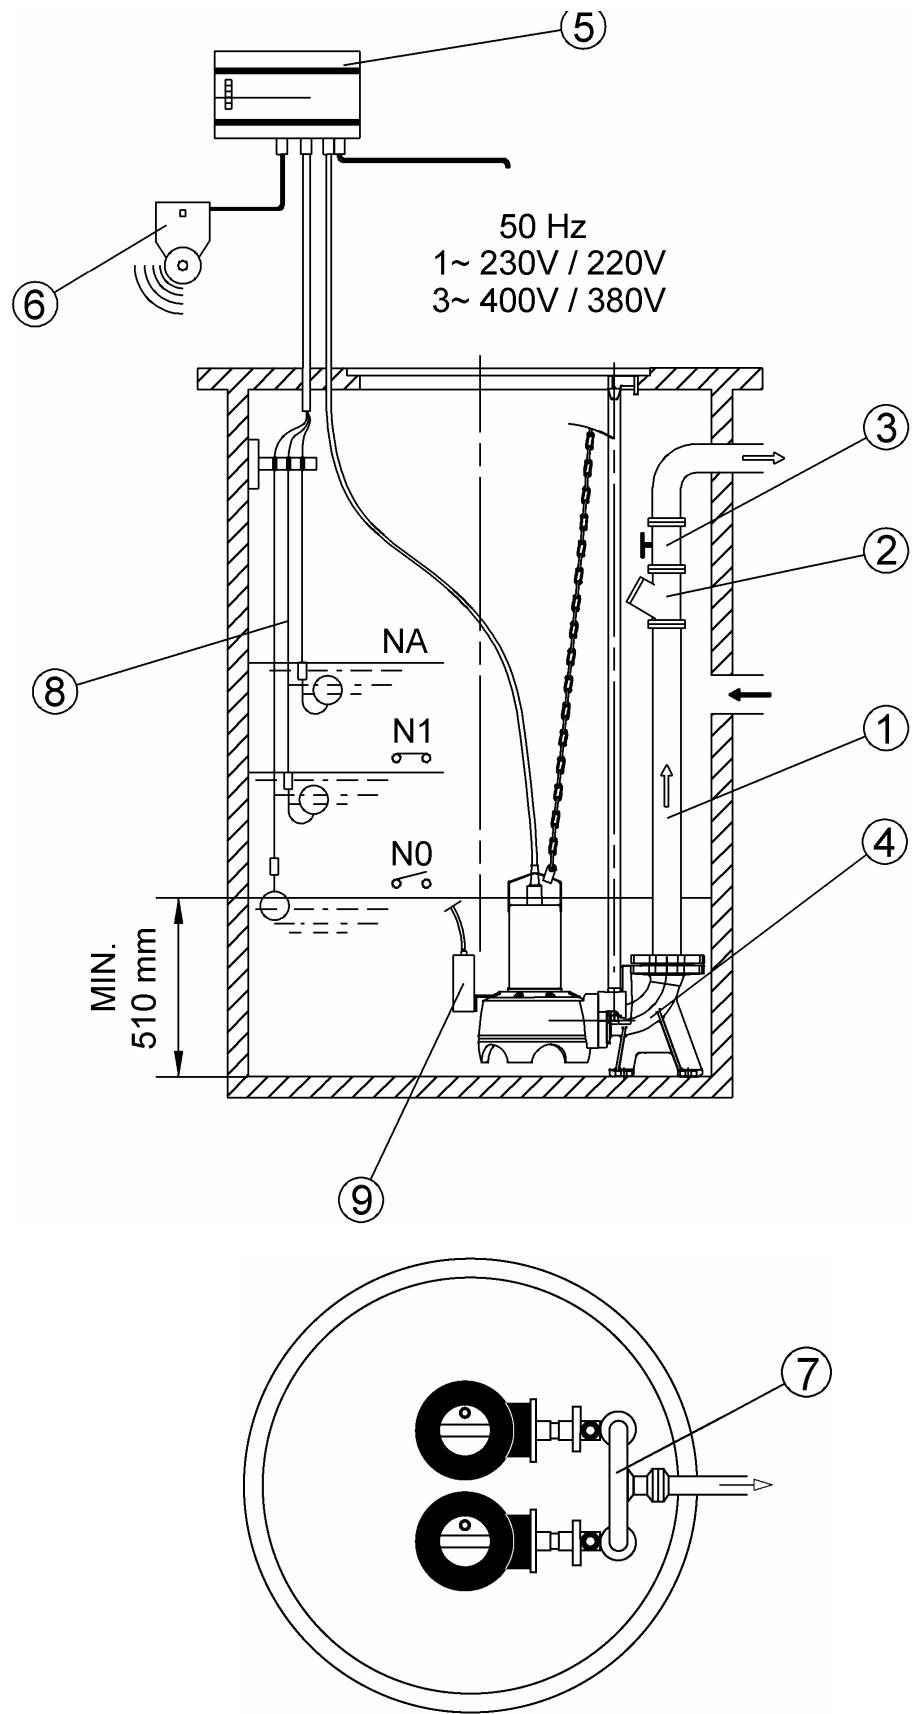

Рис. 3
- При стационарном мокром монтаже насосы ТР50 и ТР65 должны иметь опорное колено (Рис. 3, поз. 4).
- Для станций со сдвоенными насосами эта арматура встраивается в напорный трубопровод за каждым насосом и соединяется коллектором (Рис. 3 и 4, поз. 7)
- Уровень воды не должен опускаться ниже наименьшей глубины погружения насоса (Рис. 3 и 4). Устройство управления уровнем необходимо установить на следующий минимальный уровень: